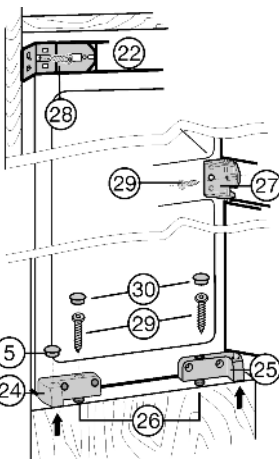

Fig. 15
- ▶ Připevnění přístroje nahoře: Přístroj přitlačte na stěnu skříňky a přišroubujte šroubem do dřevotřísky Fig. 15 (28) přes upevňovací úhelník Fig. 15 (22).
- ▶ Připevnění přístroje uprostřed: přes upevňovací šroub Fig. 15 (27) pomocí šroubu do dřevotřísky Fig. 15 (29).
- ▶ Připevnění přístroje dole: pomocí šroubů do dřevotřísky Fig. 15 (29) přes nastavovací šrouby Fig. 15 (26) ve stojanu ložiska Fig. 15 (24) a stojanu ložiska Fig. 15 (25).